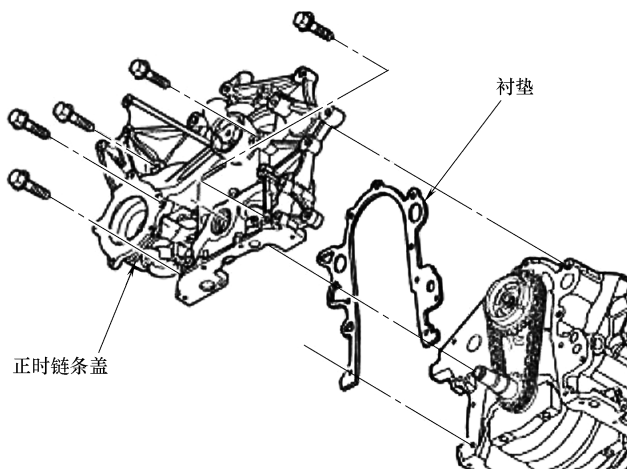

图 19-6 衬垫与正时链条盖识别
2) 在正时链条盖上安装新的衬垫，如图 19-6 所示，确保衬垫的底边要比正时链条盖的底边高出 0.5mm。